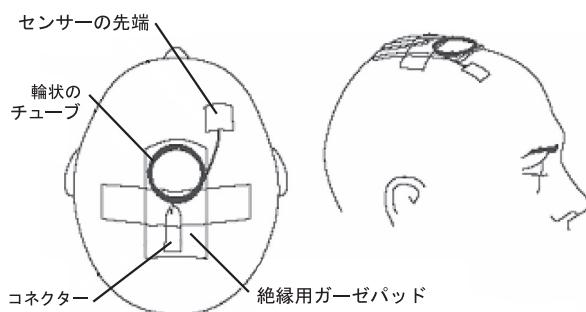

図 1 MRI 検査時のマイクロセンサーの配置
重要：マイクロセンサーのコネクターは MR 画像に多くのアーチファクトや歪みが生じる。MRI 検査中は、図 1 のようにマイクロセンサーを固定すること。本ガイドラインに従わなかった場合は、患者に重篤な傷害を引き起こす可能性がある。
- e. センサー先端の発熱の可能性を最小限に抑えるために、図 1 のようにマイクロセンサーのチューブ部分をインプラントされているセンサー先端から約 8cm 残し、残りのチューブを直径約 5cm の 5~6 個の輪にして、コネクターの近くに巻くこと。マイクロセンサーを直線的に配置して、MRI 検査を実施しないこと。